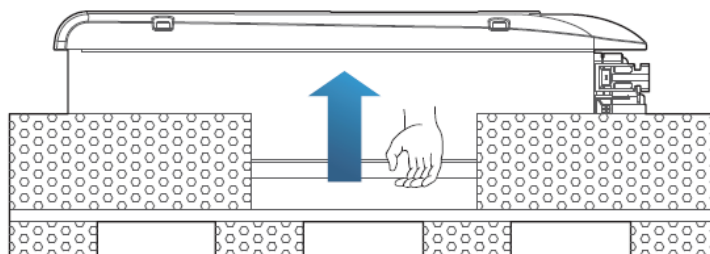

Figura 11 - Rimozione delle protezioni in polistirolo
- 1) Aprendo l'imballaggio, rimuovere la protezione superiore in polistirolo, inserire le mani nelle fessure di entrambi i lati dell'inverter e afferrare l'inverter, come mostrato nella Figura 10 e nella Figura 11.